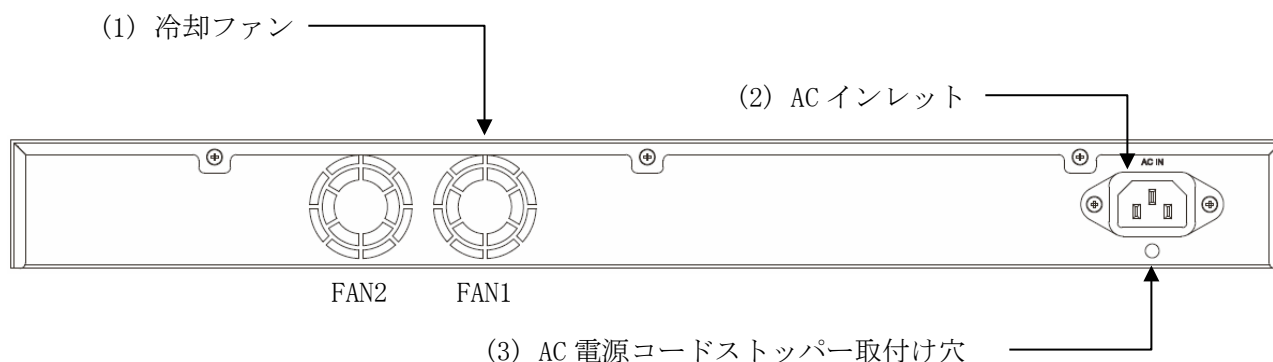

図 2-12 ApresiaNP2000-24T4X、ApresiaNP2000-48T4X のリアパネル
| (1) | 冷却ファン | 冷却用のファンです。 show environment コマンドで表示されるファンの番号と場所は図 2-12 をご参照ください。 |